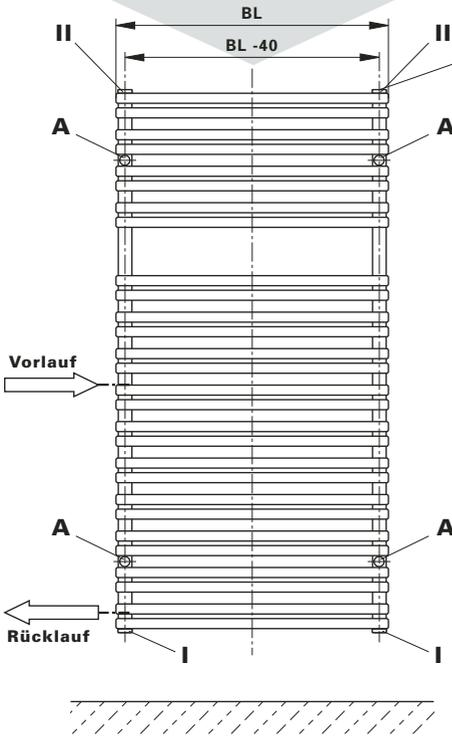
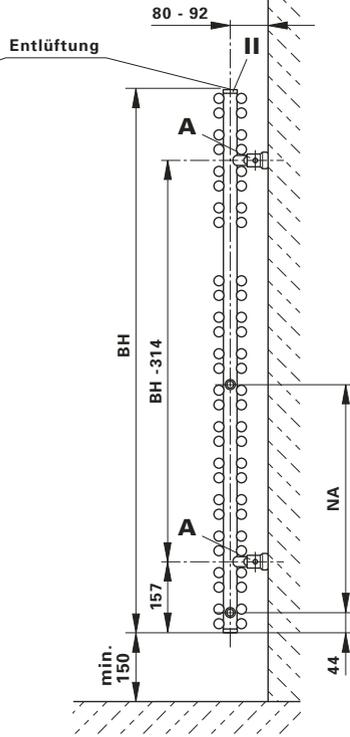

Abbildung 1
Abbildung 2
Beim seitlichen Anschluss, der sich auf der rechten oder linken Seite des Heizkörpers befinden kann, ist der Vorlauf oben und der Rücklauf unten anzuschließen (**Abb. 1**).
Aufstecken der beigegepackten Blechmuttern **1** auf die Montagestützen **2** (**Abb. 2**).
Anreißen, bohren der Löcher Position **A** - Bohrer Ø 10 - und Setzen der Dübel entsprechend den Aufhängungsmaßen (**Abb. 1**).
*Messen Sie bitte vorher zur Heizkörperidentifizierung die Abstandsmaße der Montagestützen **2** (**Abb. 1 u. Abb. 2**) nach.*